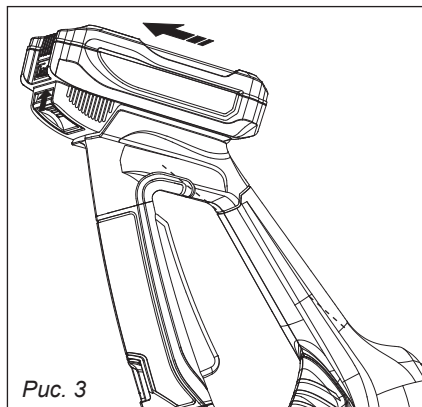

Рис. 3
6.2. Установка и снятие аккумулятора (рис. 3)